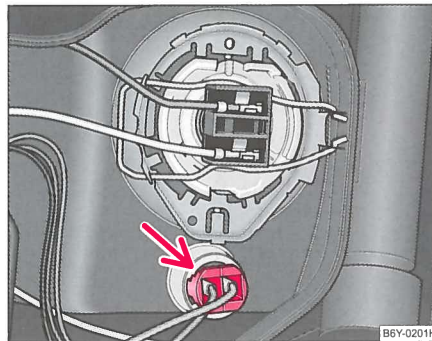

Fig. 176 Afmontering af pæren til parkeringslys foran
- Træk lampefatningen med pære til parkeringslys ud af forlygten ⇒ fig. 176.